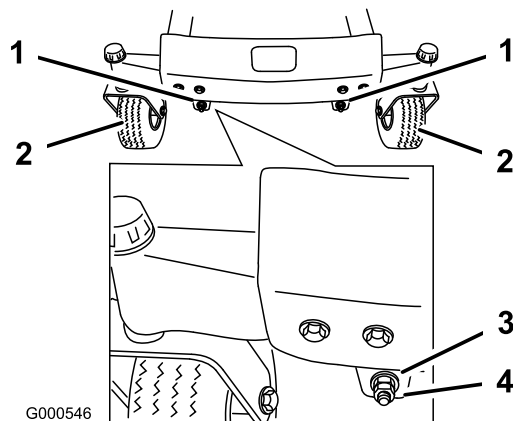
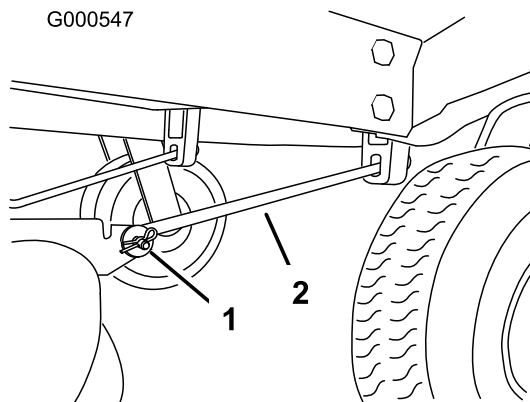

Figura 56
Figura 57
11. Per regolare l'inclinazione longitudinale della lama, togliete i dadi di bloccaggio e fate girare i dadi di regolazione sul frontale del tosacervo (Figura 56).
13. Dopo avere regolato in modo uniforme entrambi i dadi di regolazione, controllate nuovamente l'inclinazione longitudinale. Continuate la regolazione dei dadi finché la punta della lama anteriore non è più bassa di 1,6–7,9 mm rispetto a quella posteriore (Figura 56).
Nota: Dopo aver messo a punto i dadi di regolazione, verificate che le aste di supporto non siano allentate (Figura 57). All'occorrenza, serrate una delle aste per tenderle (Figura 56).
4. Togliete la coppiglia a forcina e il perno con testa dall'asta di supporto anteriore (Figura 57) da ciascun lato del tosaerba.
8. Attaccate le aste di supporto alla macchina, utilizzando i perni a testa e le coppiglie a forcina (Figura 57).